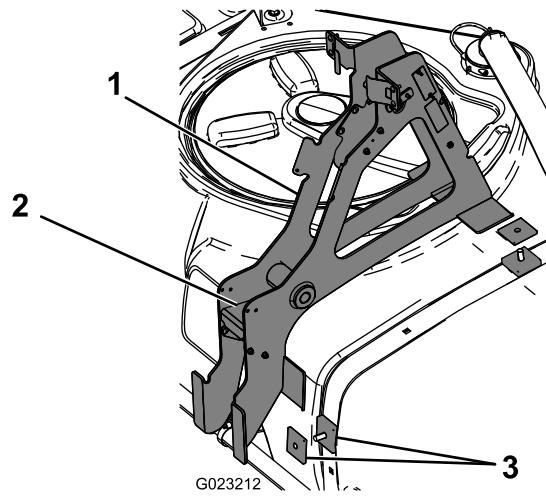

Figura 3
6. Retire y guarde los 4 pernos y tuercas que sujetan la placa de guía al bastidor principal (Figura 3).
7. Instale el bastidor principal sobre los espaciadores cuadrados y los pernos de cuello cuadrado, según se muestra en Figura 3.